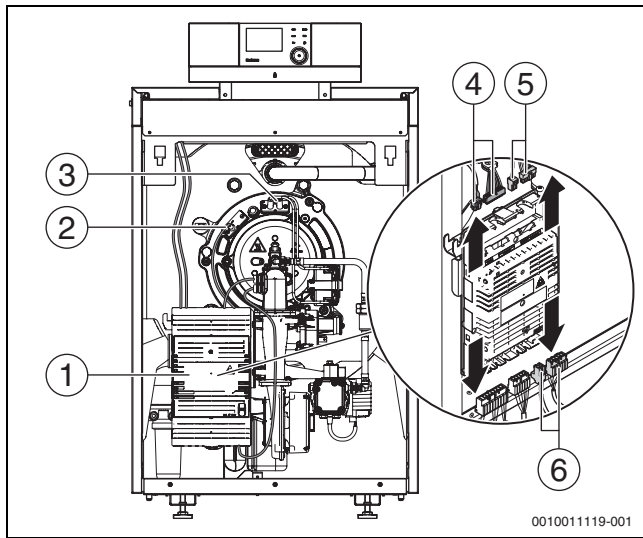

Bild 75 Steckverbinder lösen
- ▶ Obere Klappe am Feuerungsautomaten (→Bild 75, [1], Seite 48) öffnen.